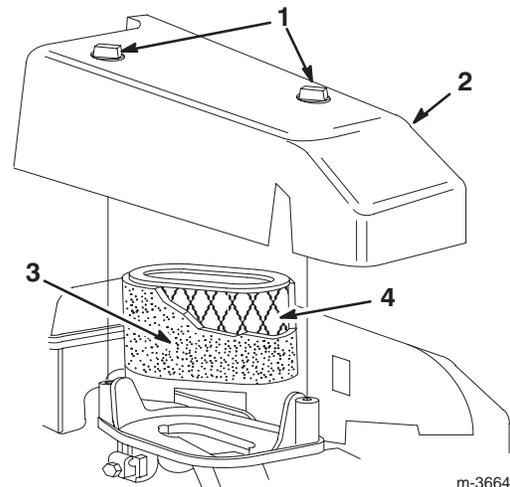

Abbildung 24
- Die zwei Knöpfe entfernen, mit denen die Luftfilterabdeckung am Motor befestigt ist (Abb. 24).